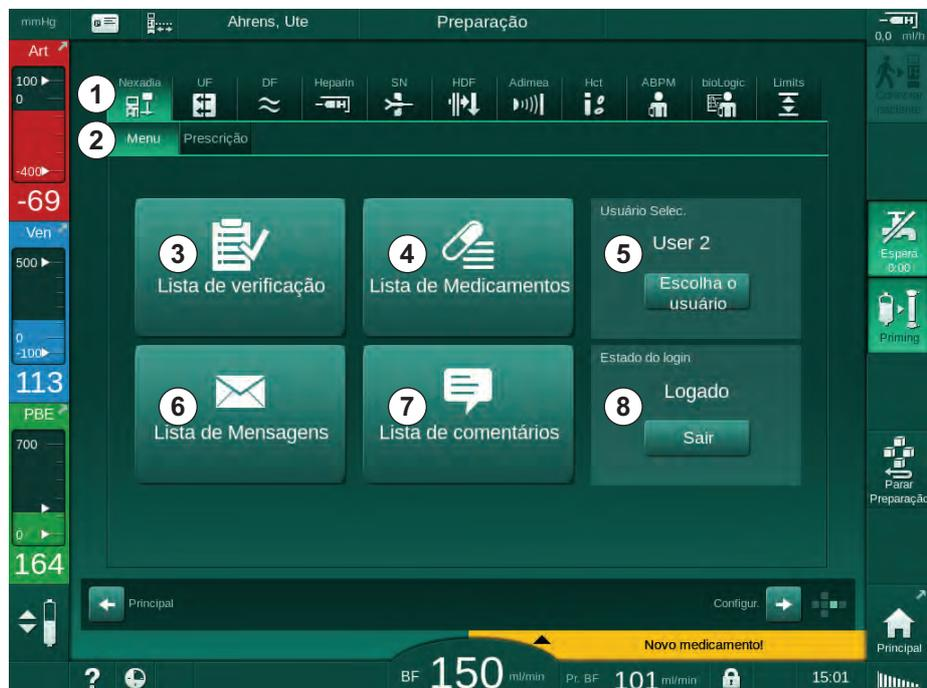

Fig. 11-36 Menu Nexadia na tela *Entrada*
Ao usar o Nexadia, o equipamento de diálise é capaz de enviar e/ou receber informações (p.ex. mensagens, comentários e listas) entre o equipamento e o servidor de dados. Há também uma seleção do usuário. Essas funções estão presentes no menu Nexadia. Este menu abre-se ao tocar o ícone *Nexadia* (Fig. 11-36, ①) e o botão *Menu* ② na tela *Entrada*.
1. Toque em *Escolha o usuário* no menu Nexadia (Fig. 11-36 Menu Nexadia na tela Entrada (316), ⑤).
1. Toque no ícone *Lista de comentários* ① no menu Nexadia (Fig. 11-36 Menu Nexadia na tela Entrada (316), ⑦).
1. Toque no ícone *Lista de verificação* no menu Nexadia (Fig. 11-36 Menu Nexadia na tela Entrada (316), ③ ).
1. Toque no ícone *Lista de medicamentos* no menu Nexadia (Fig. 11-36 Menu Nexadia na tela Entrada (316), ④).
1. Toque no ícone *Lista de mensagens* no menu Nexadia (Fig. 11-36 Menu Nexadia na tela Entrada (316), ⑥ ).